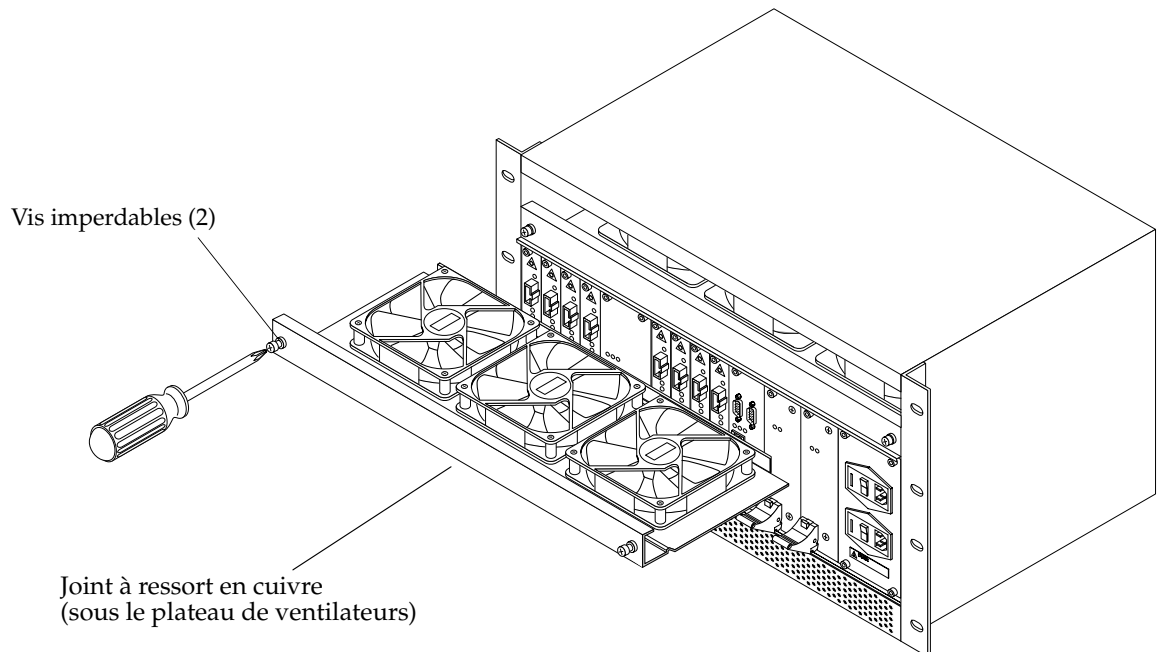

FIGURE 4-5 Remplacement d'un plateau de ventilateurs
2. Desserrez les vis imperdables situées sur les côtés du plateau de ventilateurs (FIGURE 4-5).
2. Assurez-vous que les deux cotés du plateau sont engagés dans les rainures des guides, puis faites glisser le plateau de ventilateurs dans l'emplacement (FIGURE 4-5).
3. Serrez les vis imperdables (FIGURE 4-5).